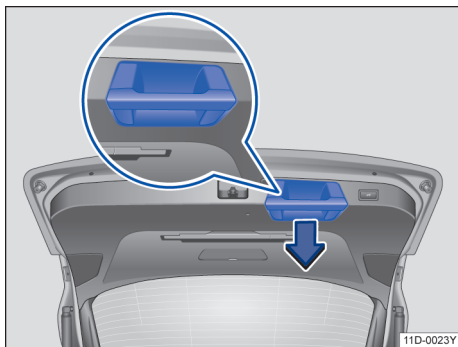

图 51 关闭行李厢盖的把手
- 抓住内饰板上的把手快速用力向下拉行李厢盖，使其卡止在锁中 → 图 51，→ 警告。